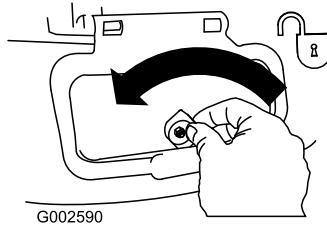

Figure 40
- Déverrouillez le volet d'éjection latérale (Figure 40).